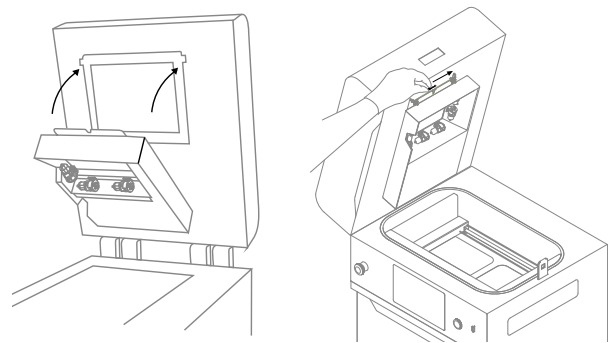

Abb. 12.52 Baue das Heizmodul wieder ein.
- Hebe das Heizmodul an (Abb. 12.52).
- Setze den Splint des Heizmoduls wieder ein (Abb. 12.52).